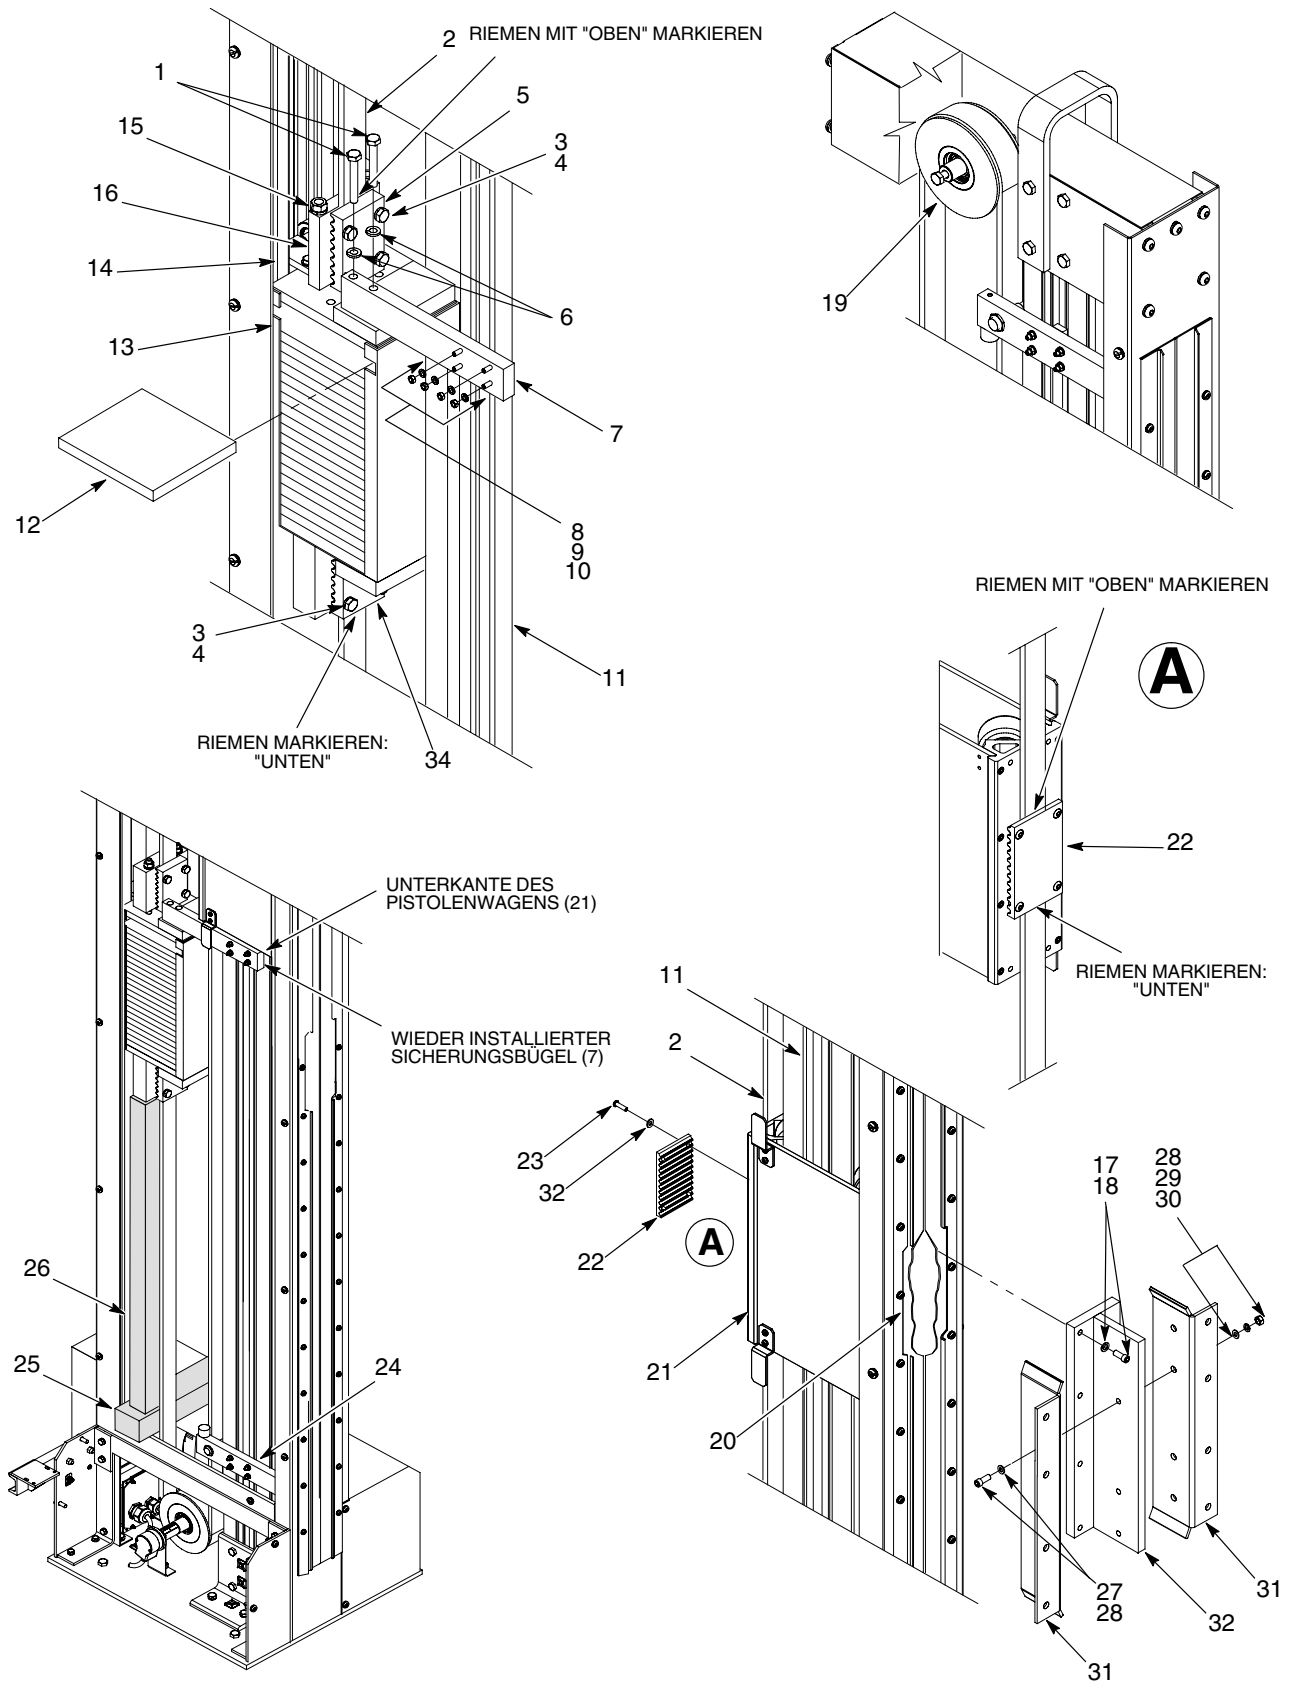

Abb. 14 Pistolenwagenbefestigung installieren
4. Die Pistolen und Pistolenstangenhalterung von der Pistolenmontageplatte (18) abnehmen.
5. Anzahl der Gegengewichte (8) aufzeichnen und diese aus dem Gegengewichtskorb (7) nehmen.
6. Siehe Abbildung 14. Wenn alle Pistolen, Pistolenstangenhalterungen und Gegengewichte abgenommen sind, folgende Schritte ausführen:
- a. Die Muttern (9) des Sicherungsbügels (7) lösen, bis die T-Schrauben (8) um 90 Grad gedreht und aus den Schlitzen des Wagenlaufwegs (11) gezogen werden können. Die Schrauben (1) und Sicherungsscheiben (6) abnehmen, mit denen der Sicherungsbügel (7) oben am Gegengewichtskorb (13) befestigt ist. Den Sicherungsbügel (7) abnehmen.
- b. Den Pistolenwagen (21) manuell an der Aussparung (20) in der Haltewange vorbeibewegen.
7. Die Kreuzschrauben (27), Sicherungsringe (29), Unterlegscheiben (28) und Muttern (30) abnehmen, die die Pistolenmontageplatten (31) am Montageblock (32) halten.
8. Die Schrauben (17) und Sicherungsscheiben (18) abnehmen, mit denen der Montageblock (32) vorn am Pistolenwagen (21) befestigt ist.